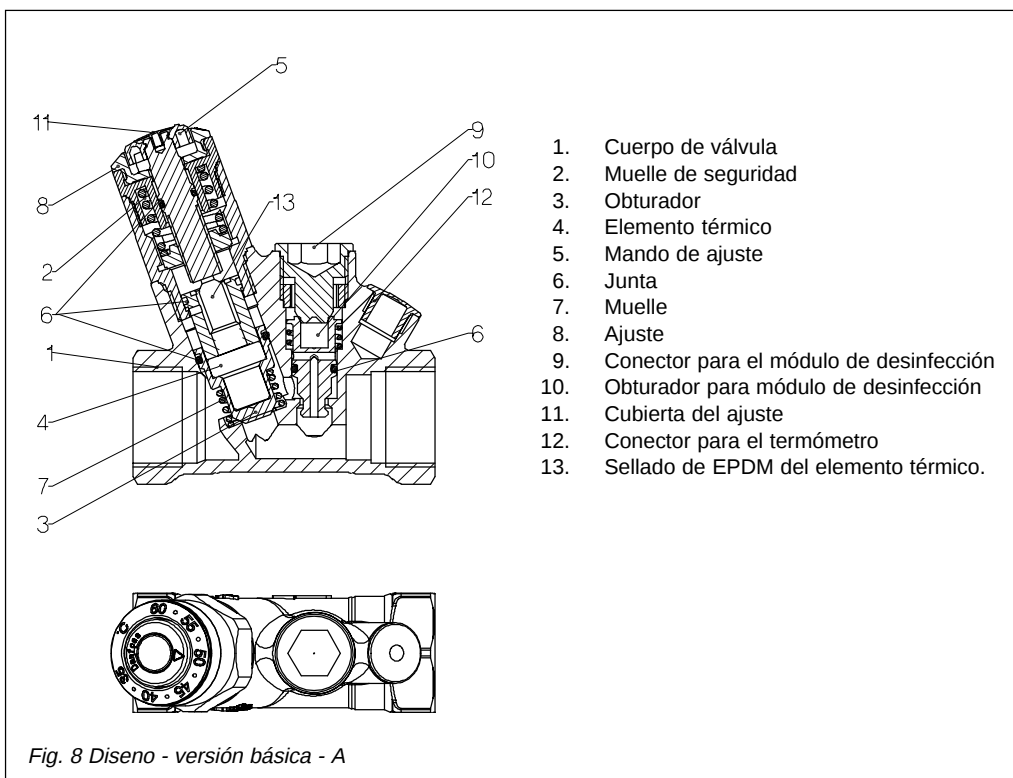

Fig. 8 Diseño - versión básica - A
MTCV es una válvula termostática proporcional. En el obturador de la válvula (Fig. 8 elemento 3) se coloca un elemento térmico (Fig. 8 elem. 4) que reacciona a los cambios de temperatura.
Un sellado especial del elemento térmico (Fig. 8 elemento 13) lo protege del contacto directo con el agua, lo que prolonga la durabilidad del elemento térmico y al mismo tiempo asegura una regulación precisa.
Un muelle de seguridad (Fig. 8 elemento 2) protege el elemento térmico de ser dañado cuando la temperatura del agua excede el valor del punto de ajuste.
Después de quitar el tapón del conector de desinfección (fig. 8 elem 9) - (esto se puede hacer durante las condiciones de trabajo, bajo presión), se puede montar el modulo termostático de desinfección (Fig. 10 elem. 14)
El regulador electrónico CCR Maestro centraliza el control del proceso de desinfección. Después de quitar la tapa al conector de desinfección (Fig.8 elem 9) se puede montar el adaptador y luego el actuador térmico ABN, véase la especificación técnica VD.57.U1.05.
- El sensor de temperatura colocado según el esquema de la Fig. 8, (en este caso si la temperatura media a largo plazo del agua en circulación excede el punto de ajuste de la temperatura de desinfección, el CCR activa el proceso de desinfección abriendo todos los actuadores). Cuando la desinfección ha terminado la señal puede enviarse a la ECL para reducir la temperatura del agua. El CCR Master controla las válvulas MTCV via los termoactuadores ABN. La señal de comienzo de la desinfección abre simultáneamente los módulos de desinfección de todas las válvulas(el bypass está cerrado en esta versión). El comienzo del proceso de desinfección se muestra con el indicador luminoso - LED.